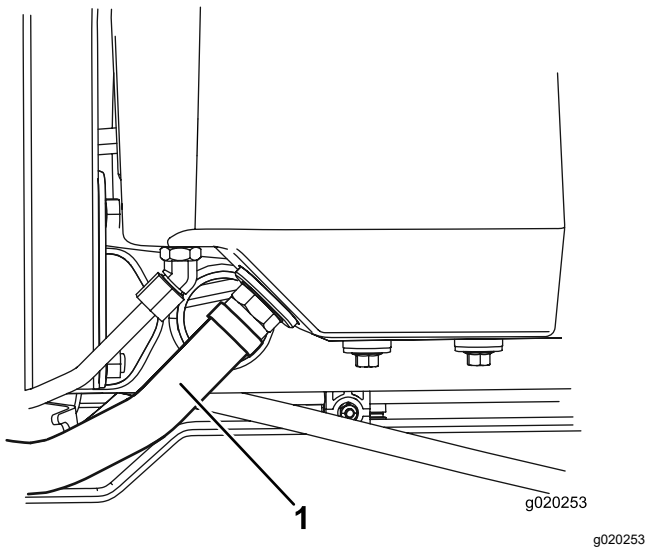

Рисунок 94
2. Отсоедините большой гидравлический шланг (Рисунок 94) от бака и дайте гидравлической жидкости стечь в сливной поддон.